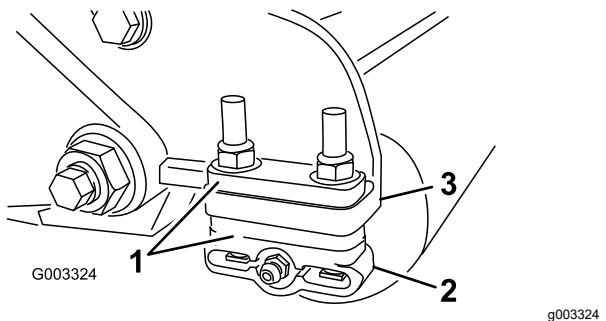

Рисунок 12
- Отрегулируйте кронштейны заднего валика (Рисунок 12) на необходимый диапазон высоты скашивания путем установки необходимого количества проставок под монтажный фланец боковой пластины (Рисунок 12) в соответствии с Таблицы выбора высоты скашивания и неподвижного ножа \(страница 14\).